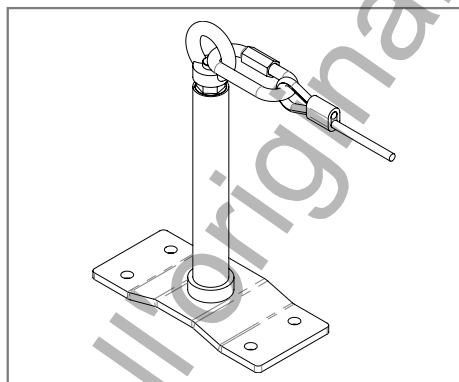

Figura 2
- Collegare un'estremità libera del cavo di acciaio al punto di estremità utilizzando il connettore [Figura 2].